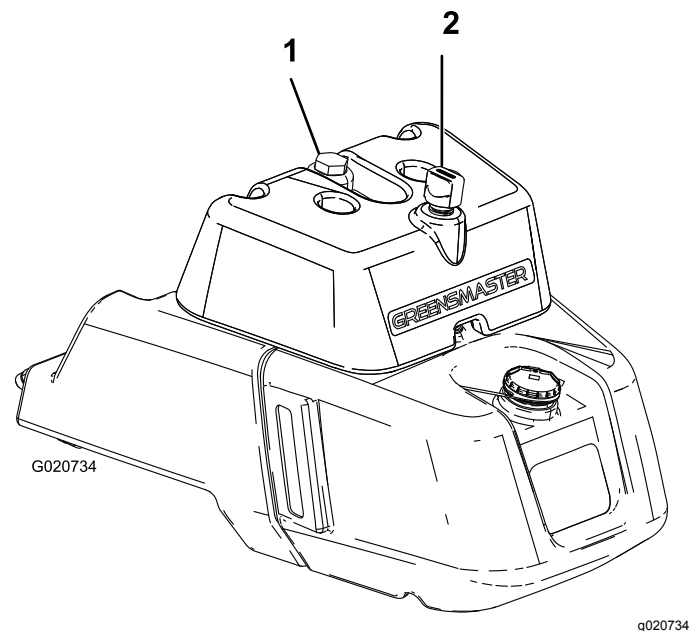

Figura 35
- Si el depósito tiene mirilla, compruebe el nivel de aceite en la mirilla (Figura 35) y vaya al paso 5.